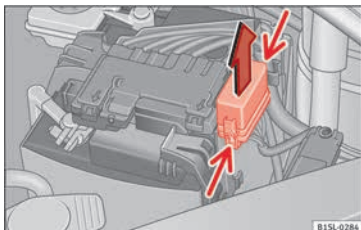

Abb. 83 Im Motorraum: Abdeckung des Sicherungskastens.
- Verriegelungstasten in Pfeilrichtung (schmale Pfeile) drücken, um die Abdeckung des Sicherungskastens zu entriegeln »» **Abb. 83**.
① VORSICHT